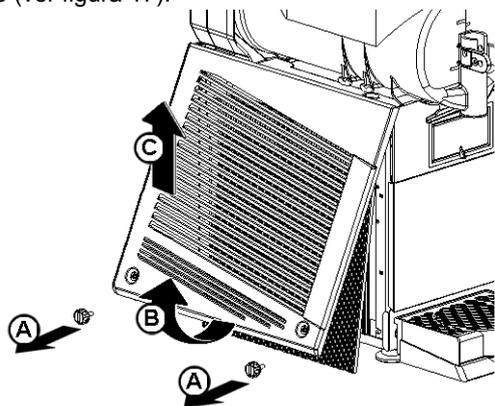

figura 17
**2 Cada mes en los modelos FBM 1P, FBM 2 y FBM 3:** eliminar el polvo que se acumula sobre el filtro del condensador. Un filtro obstruido reducirá las prestaciones y podrá causar daños al compresor. Desmontar solamente el panel izquierdo (lado grifo) desenroscando a mano los tornillos de fijación cubiertos de plástico (ver figura 17).